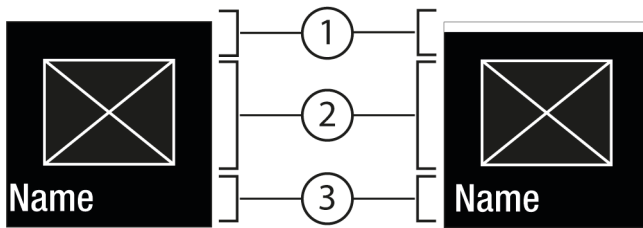
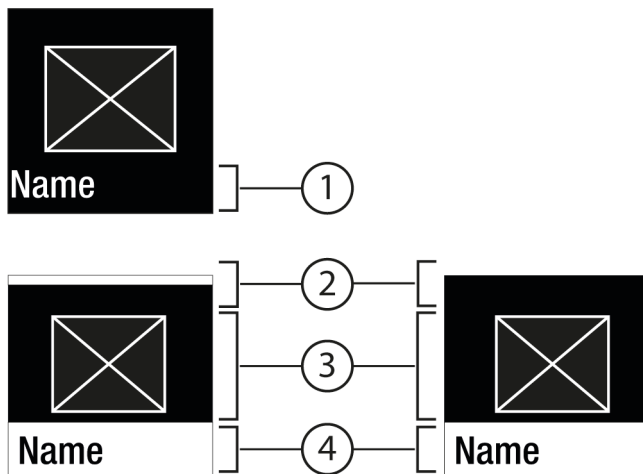

Fig. 6
Fig. 7
- Acceso al Submenú Fig. 5 (2) con Confirmar Fig. 7 (4).
- Ajuste de nuevo valor: Selección de un valor desactivado Fig. 5 (2) con Confirmar Fig. 6 (1).
- Regreso al menú: Selección del valor ya activado Fig. 5 (2) con Confirmar Fig. 6 (2).
- ▷ Estado: activado Fig. 6 (1) aparece brevemente en el submenú Fig. 7 (4).